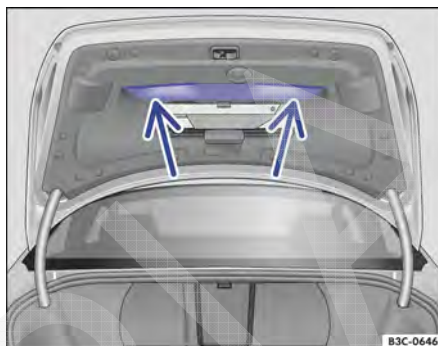

Fig. 65 Tampa do compartimento de bagagem aberta: rebaiços (setas) para puxar e fechar.
- Segurar um dos rebaiços do revestimento interno da tampa do compartimento de bagagem → Fig. 65 (setas).